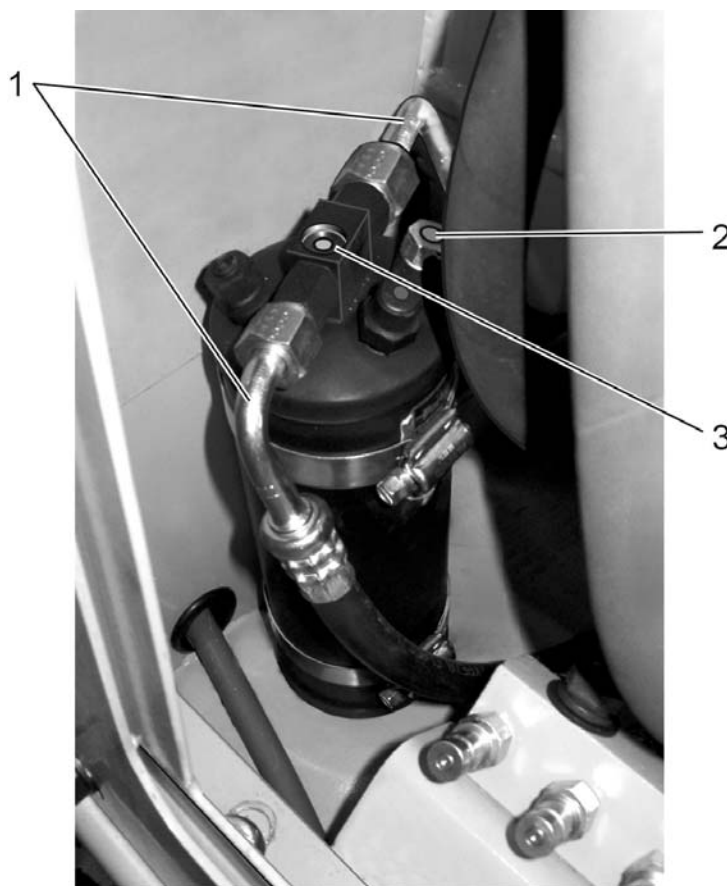

Рис. 5.65. Осушитель кондиционера
- Количество хладагента в смотровом окошке (3, Рис. 5.65).